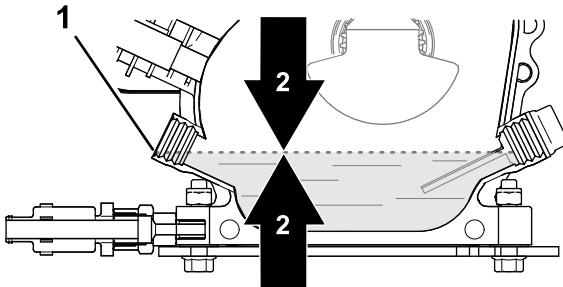

Figura 29
- Verifique o nível de óleo (Figura 29).